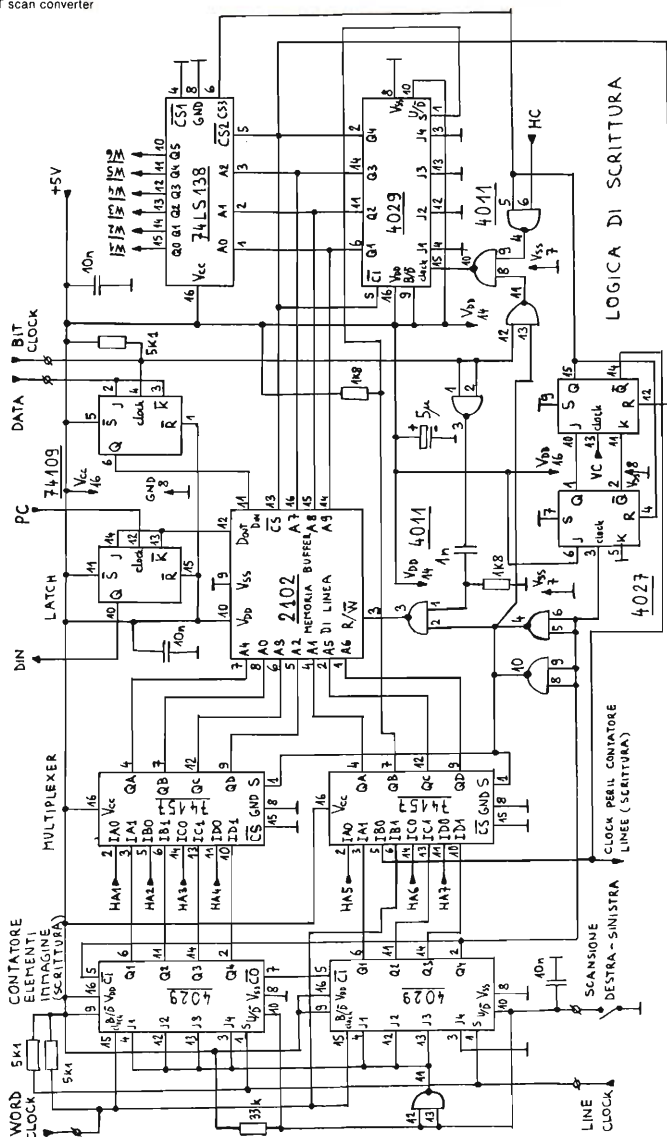
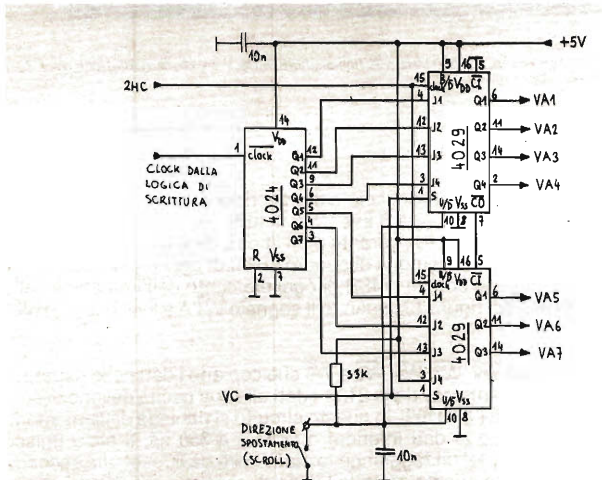

figura 10
figura 11
I segnali provenienti dall'interfaccia APT: data, bit-clock, word-clock e line-clock, contengono tutte le informazioni necessarie: dove e cosa scrivere nella memoria principale di quadro. Poiché era relativamente difficile scrivere direttamente nella memoria di quadro senza disturbare la lettura e quindi l'immagine riprodotta sul TV monitor, ho impiegato una memoria buffer di linea. L'informazione di una linea viene prima scritta in questa memoria ausiliaria e poi, al momento opportuno, durante la ritraccia verticale TV, occorre copiare questa informazione nella memoria principale di quadro. La logica di scrittura (vedi figura 10) viene resettata dal livello alto del line clock.
Il ciclo di scrittura inizia con il livello alto del line-clock, che dà il preset al contatore degli elementi d'immagine di scrittura, composto dai due 4029 connessi in cascata. L'uscita Q4 del secondo 4029 va a zero. Questa uscita comanda, tramite un buffer, il multiplexer (i due 74157) e quando è a zero logico, il multiplexer trasferisce il contenuto del contatore degli elementi d'immagine di scrittura agli address della 2102, inoltre abilita il conteggio di questo contatore (C1 del primo 4029 è collegato a Q4 del secondo 4029). Il word-clock dà il reset al 4029 contatore dei bit (a destra su figura 10). I dati, provenienti dall'interfaccia APT in for-
Quando il circuito viene impiegato assieme all'interfaccia APT, il contatore dei bit 4029 riceve l'impulso del reset esattamente quando dovrebbe raggiungere lo stato «8». La logica descritta può però tornare molto utile in altri impieghi, per esempio HRPT. L'impulso di word-clock fa anche avanzare il contatore degli elementi d'immagine, perciò i nuovi dati della nuova parola (nuovo elemento dell'immagine) saranno scritti in nuove locazioni della memoria 2102. Dopo 128 impulsi di word-clock la memoria buffer è piena e il suo contenuto può essere copiato nella memoria principale. L'uscita Q4 del secondo 4029 del contatore degli elementi d'immagine va a 1 logico e ferma il contatore in questo stato. Il multiplexer collega gli address della 2102 in parallelo agli address orizzontali (HA1 \rightarrow HA7) della memoria di quadro. Viene inoltre disabilitata la scrittura nella 2102. Il doppio flipflop 4027 sincronizza la trascrizione dei dati nella memoria di quadro con la ritraccia verticale (di quadro) TV. La prima metà del 4027 (a sinistra su figura 10) riceve l'impulso di clock dall'uscita Q4 del secondo 4029 del contatore degli elementi d'immagine e la sua uscita Q va a livello logico 1. La seconda metà del 4027 copia il contenuto della prima metà quando riceve l'impulso di clock (VC) sincronizzato con la ritraccia verticale TV e dà immediatamente il reset alla prima metà, inoltre fa avanzare il contatore delle linee di scrittura (figura 11) in modo da scrivere in una nuova linea della memoria di quadro.
L'idea mi è venuta osservando il funzionamento dei terminali video alfanumerici dei computer: quando lo schermo è già pieno di testo e si scrive una nuova linea, scompare la linea più in alto e tutte le rimanenti linee del testo si spostano d'una linea in su per dare posto alla nuova linea. Il meccanismo viene chiamato «scroll» e naturalmente è applicabile anche agli scan converters: le nuove linee dell'immagine appaiono (ad esempio) nel fondo dello schermo del TV monitor spostando in su le linee precedenti che alla fine scompaiono in cima. Per spostare le linee già scritte in memoria in su o in giù sullo schermo non è però necessario trascrivere i dati da alcune locazioni della memoria in altre locazioni, basta giocare sugli address in fase di lettura. Il «trucco» è presentato in figura 11. Il 4024 è il contatore delle linee in fase di scrittura, le sue uscite sono collegate ai «preset inputs» dei due 4029, che compongono il contatore delle linee in fase di lettura e forniscono gli address verticali (VA1 + VA7). Supponiamo che l'interruttore «direzione spostamento» sia chiuso, e di conseguenza i due 4029 contino indietro. Supponiamo, anche, che il 4024 abbia raggiunto il numero N. Il clock verticale (VC) presetta i due 4029 al numero N. Quando il VC torna a livello basso, i due 4029 incominciano a contare: N, N-1, N-2, N-3, ... e così via, e al TV monitor vengono inviate le linee nello stesso ordine, N, N-1, N-2, N-3, ... e così via fino alla fine del quadro, quando il VC torna alto e dà di nuovo il preset ai due 4029. Prima che una nuova linea venga iscritta nella memoria di quadro, il contatore 4024 riceve un impulso di clock e il conteggio raggiunge N+1. Poichè l'iscrizione di una nuova linea avviene durante il periodo di ritraccia verticale, quando il VC è alto, i due 4029 sono «forzati» a N+1 e la nuova linea viene iscritta nella locazione N+1. I due 4029 conteranno poi: N+1, N, N-1, N-2, N-3, ... e così via, e al TV monitor verranno inviate le linee nello stesso ordine: N+1, N, N-1, N-2, N-3 ... Notate che adesso è in cima la nuova linea N+1, le linee precedenti sono inviate nello stesso ordine, ma ritardate e perciò spostate in basso sullo schermo.
Un piccolo inconveniente si verifica quando i due 4029 contano avanti: la linea appena scritta si trova in cima, invece di essere al fondo dell'immagine. Tutte le rimanenti linee vengono però spostate nel senso giusto e rappresentate al loro posto giusto. La possibilità d'invertire il senso dello spostamento dell'immagine è utile per non riprodurre immagini «capovolte», visto che vogliamo ricevere sia le orbite nord-sud che le orbite sud-nord dei satelliti. Invertendo il senso dello spostamento è però necessario invertire anche il senso di scrittura nella memoria buffer di linea (vedi figura 10, interruttore «scansione sinistra-destra») per non ricevere immagini «allo specchio».
Il quadro TV generato dal generatore dei sincronismi ha 320 linee. 256 linee sono dedicate al quadro utile, rimangono perciò 64 linee per la ritraccia e i bordi. La memoria di quadro ha soltanto 128 linee, perciò ogni linea viene letta due volte per formare un quadro utile di 256 linee. Il contatore delle linee (in fase di lettura), composto dai due 4029 (vedi figura 11), deve perciò ricevere un clock con il periodo di due linee TV, cioè $128 \mu\text{s}$ (2 HC). Poichè gli schermi dei TV monitor sono rettangolari, anche il formato del quadro utile è stato scelto rettangolare. Nella scelta delle frequenze di sampling e del line-clock ho tenuto conto del formato del quadro utile in modo che le foto, trasmesse dai satelliti, siano riprodotte senza distorsioni geometriche.